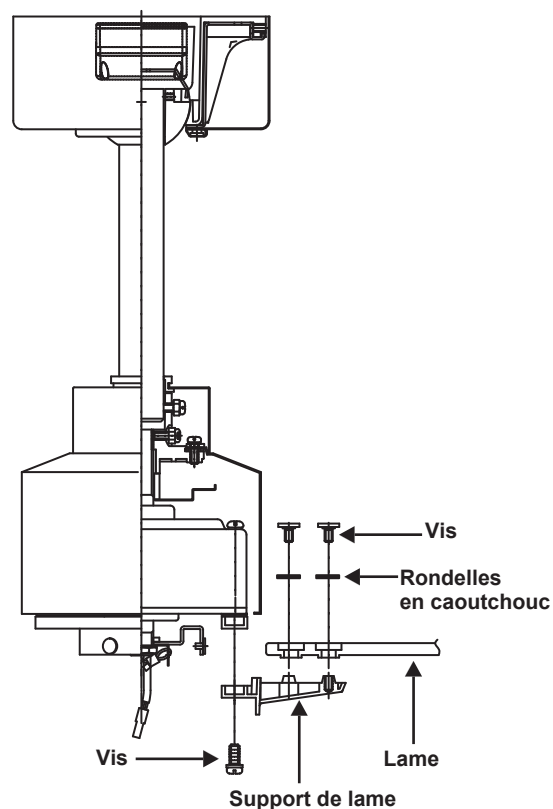

Figure 14
1. Fixez la lame au support de lame à l'aide des vis et des rondelles en caoutchouc fournies. Répétez le processus avec d'autres lames. (Fig. 14)